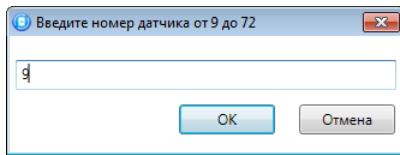

Рис. 9.4. Ввод номера радиоустройства
- В открывшемся окне укажите номер радиоустройства из числа еще не занятых в нумерации шлейфов и радиоустройств (в указанном диапазоне) и нажмите кнопку *OK* (Рис. 9.4).